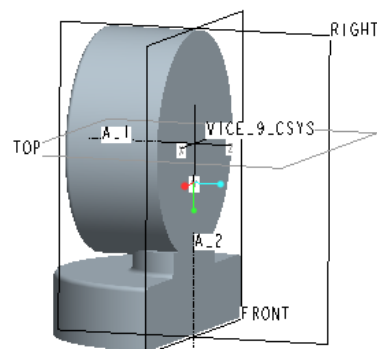

図 6-44 削除実施後の図形
- ・「フィーチャー終了」 を実行すると、台座の右半分が削除された以下の図 6-44 が描かれる。